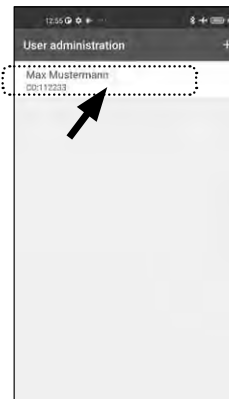

Abb. 53
- 4 Tippen Sie in der Liste mit angelegten Benutzern den Benutzer an, für den Sie den Benutzercode ändern wollen (Abb. 53).